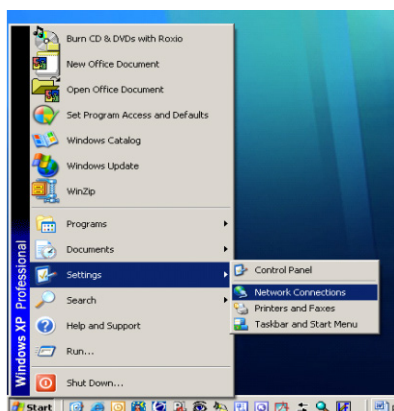

Figura D-4: Accesso alla schermata Connessioni di rete
5. In Windows, fare clic su AVVIO > Impostazioni > Collegamenti di rete (Figura D-4).